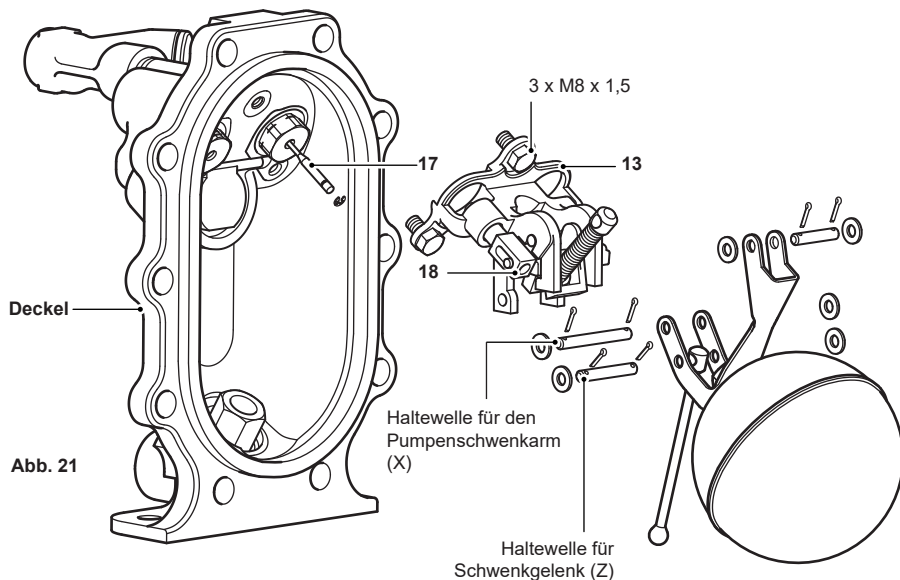

Abb. 21
4. Entfernen Sie den Splint und die Unterlegscheibe von einer Seite der Haltewelle (Z) des Schwenkgelenks und nehmen Sie diese vorsichtig ab.
6. Entfernen Sie den Splint und die Unterlegscheibe von einer Seite der Befestigungswelle des Pumpen-Drehgelenks (X).
7. Um die Welle (X) zu entfernen, muss die gesamte Pumpenhalterung (13) vom Deckel getrennt werden. Dazu müssen die drei M8-Befestigungsschrauben gelöst und **der Sicherungsring vom Dampfeinlassventil (17) entfernt werden**. Entfernen Sie die Befestigungswelle des Pumpen-Drehgelenks (X).
10. Die Einbau der Ersatzwellen erfolgt am einfachsten in der folgenden Reihenfolge: – (siehe Abb. 21).